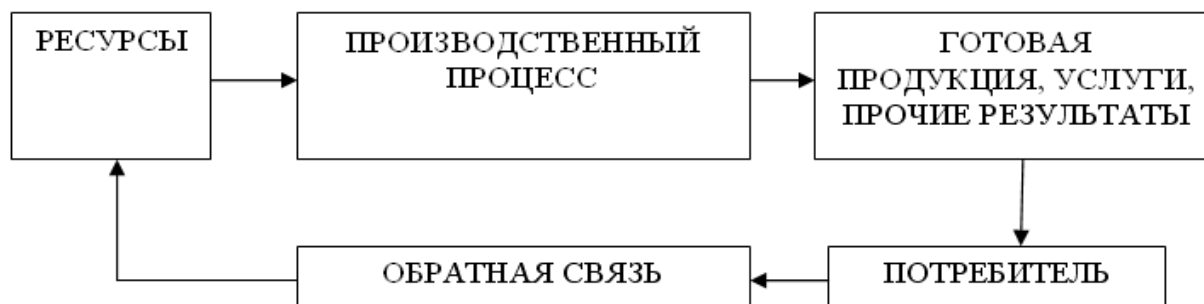

Рис. 1.1. Состав производственной системы
- 3) результат функционирования системы – готовый продукт (рис. 1.1).